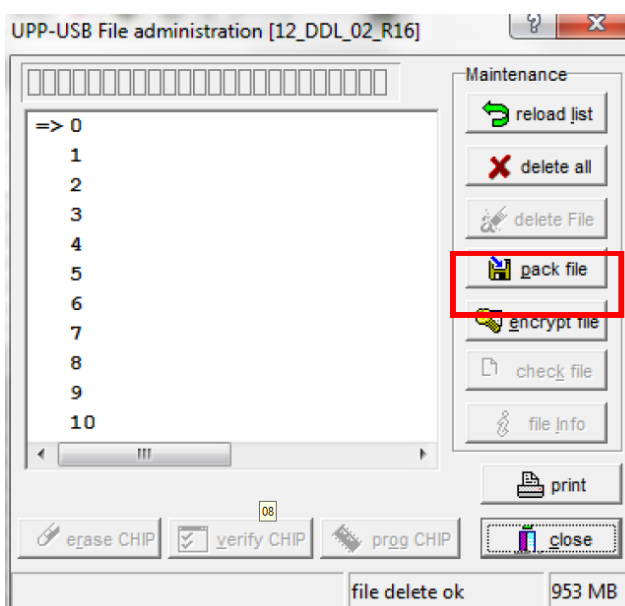

Рисунок 11
2.10 Выберите опцию «pack file», нажав на соответствующую кнопку (рисунок 11).